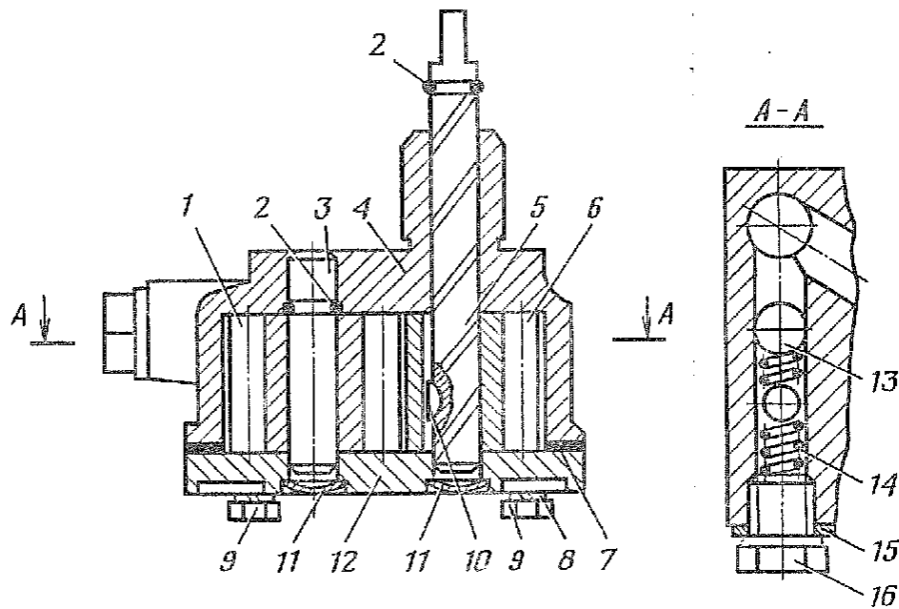

Рис. 99. Масляный насос в сборе:
1.2. Вывернуть пробку 16 (рис. 99) редукционного клапана, снять прокладку 15, вынуть из корпуса 4 масляного насоса пружину 14 и шарик 13 редукционного клапана (ключ 17).
3.1. Установить шпонку 10 (рис. 99) на ведущий валик 5 (молоток 500 г).
3.3. Установить стопорное кольцо 2 (рис. 99) на ось 3 ведомой шестерни 1 и запрессовать ось в корпус 4 масляного насоса (плоскогубцы 150, молоток 500 г, наставка медная).
3.11. Установить стопорное кольцо 2 (рис. 99) на ведущий валик 5.